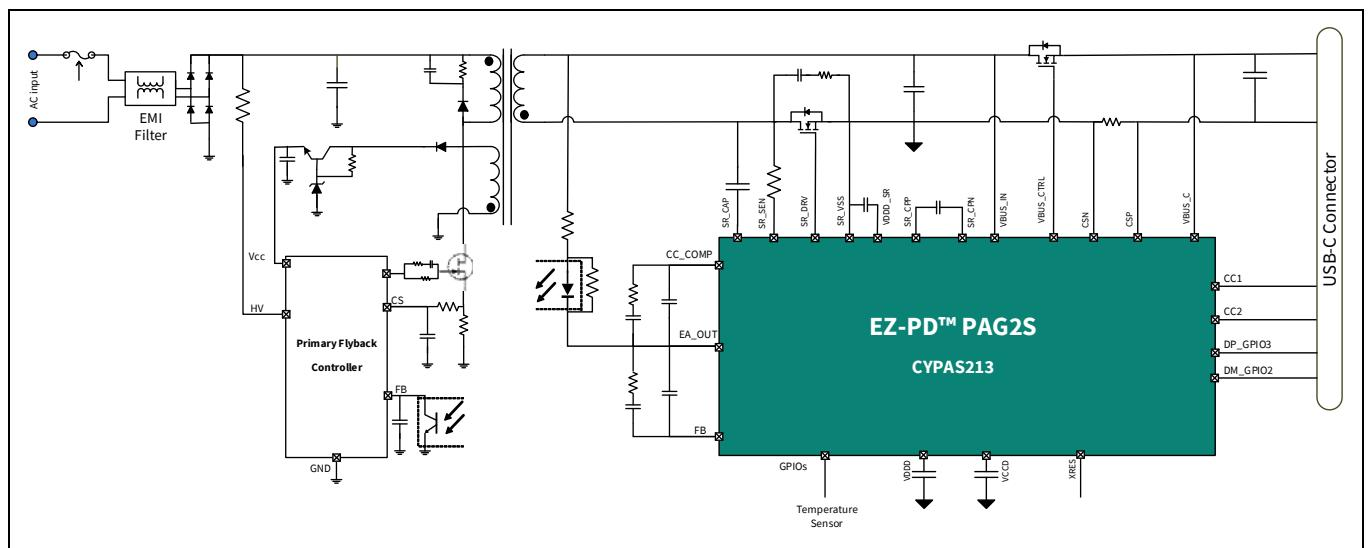

Figure 1 具有初级侧反激控制的 USB PD 适配器
Figure 1 显示的是实现初级侧控制同步反激式系统的电源适配器应用图。在该系统中，EZ-PD™ PAG2S-PS 使用内部误差放大器 (EA) 从次级侧获取反馈，并通过光隔离器等隔离栅将其传递到初级控制器。初级侧控制器可为任何标准的反激式控制器。在该拓扑结构中，EZ-PD™ PAG2S-PS 集成了三个关键功能：次级侧整流、充电协议控制和故障保护。
EZ-PD™ PAG2S-PS 集成了两个误差放大器模块，可处理恒压和恒流操作模式的次级输出检测和反馈。误差放大器输出可用于调节外部光耦合器所汲取的电流。误差放大器的负输入为反馈 (FB) 引脚，正输入为内部参考电压。根据所需的 VBUS 输出，可以使用内部源 / 灌电流 IDAC 更改 FB 引脚上的电压。FB 引脚和 EA_OUT 引脚之间需要一个外部补偿网络，如应用图所示 (参见 Figure 1)。恒流操作使用内部低侧电流检测放大器 (LSCSA)，其输出被馈入到一个独立的误差放大器，如功能框图所示。需要在 CC_COMP_GPIOx 和 EA_OUT 之间放置一个外部补偿网络来实现恒流模式调节，如 Figure 1 所示。可确保 EZ-PD™ PAG2S-PS 误差放大器按照 USB PD PPS EPR 规范的要求，在 3.3 V 至 28 V 范围内进行恒压调节，并在 1 A 至 5 A 范围内进行恒流调节。